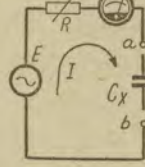

图 5
2. 图 5 是用交流电流表测量电容器的方法。当 ab 两点短接时，调整 R 使表针指 1 毫安，